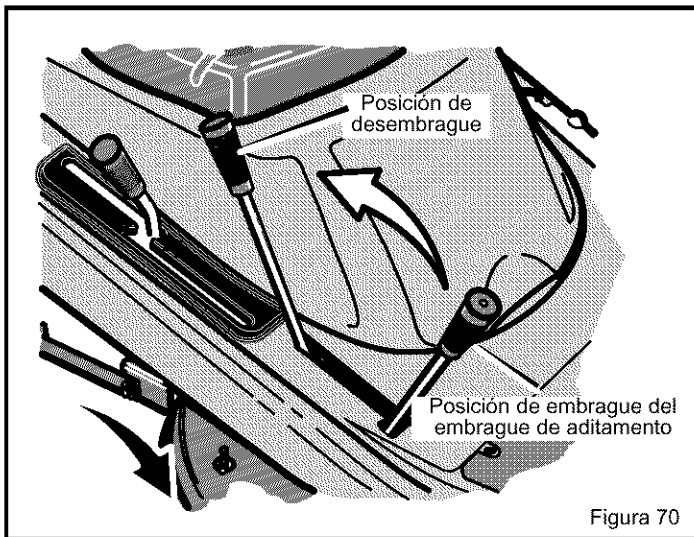

Figura 70
2. Ponga el **embrague de aditamento** en la **posición de DESEMBRAGUE** (Figura 70).